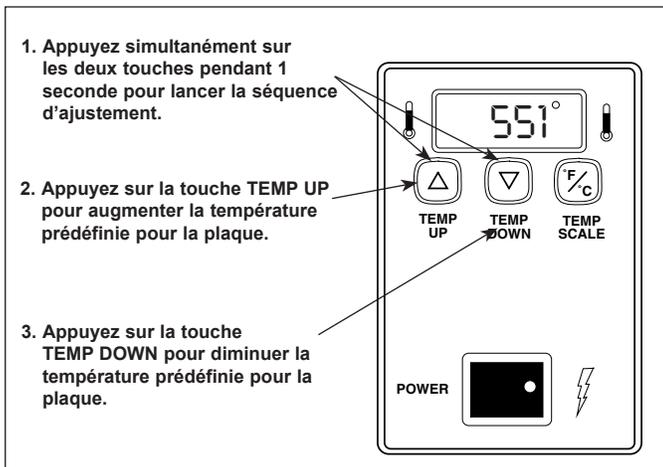

Figure 5. Réglage de la température prédéfinie pour la plaque chauffante
2. Appuyez sans relâche et simultanément sur les boutons TEMP UP et TEMP DOWN pendant plus d'une seconde, jusqu'à ce que l'affichage fasse clignoter la température prédéfinie pour la plaque, puis relâchez-les (Figure 5).